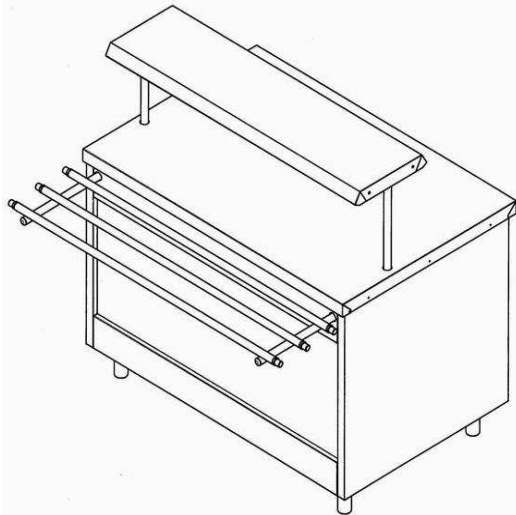

Рис.1
1.3 Общий вид прилавка показан на рис. 1.